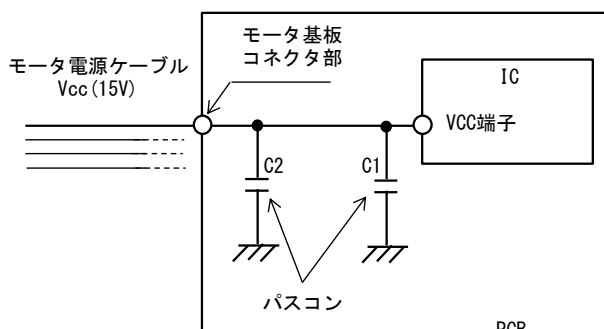

図 5.5.1 サージ電圧保護素子設置 (例)
- ・対策 ①IC 端子に近接してパスコン C1 を配置してください。パスコンには、セラミックコンデンサ等の周波数特性の良いものを選択してください。容量の目安は約 1 μ F です。
②図 5.5.1 のように、モータ基板コネクタ部に近接してコンデンサ C2 等のサージ吸収素子を配置するとより有効です。